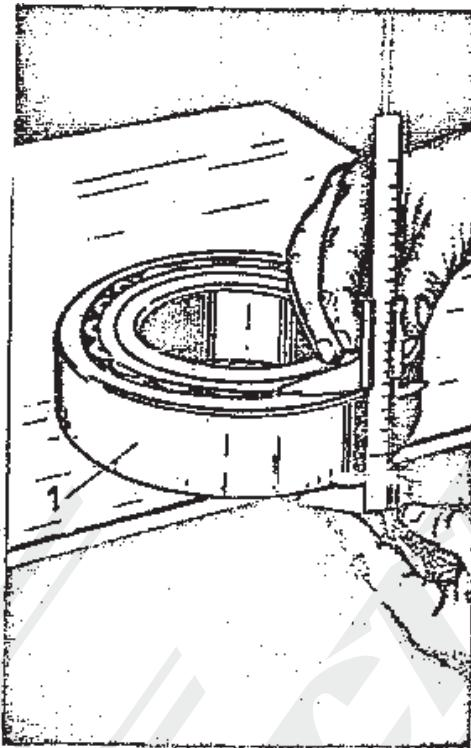

Рис.. 3-10. Измерение ширины подшипника
10. Распаковать бочкообразный роликоподшипник 22222 /поз. 1/ и померить штангенциркулем ширину подшипника /рис. 3-10/; размер обозначить "А".